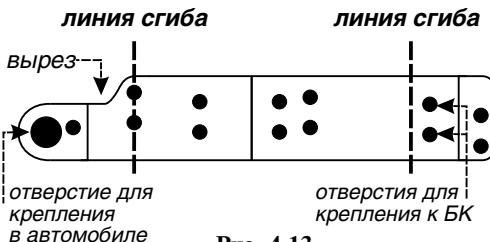

Рис. 4.13
Кронштейн, внешний вид которого приведен на рис. 4.13, представляет собой металлическую пластину.
6. Согните пластины по линиям сгиба, рис. 4.13, так, как показано на рисунке 4.14. Учитывайте, что кронштейны будут устанавливаться один с правой, другой с левой стороны, согбайте их в противоположные стороны (зеркально).